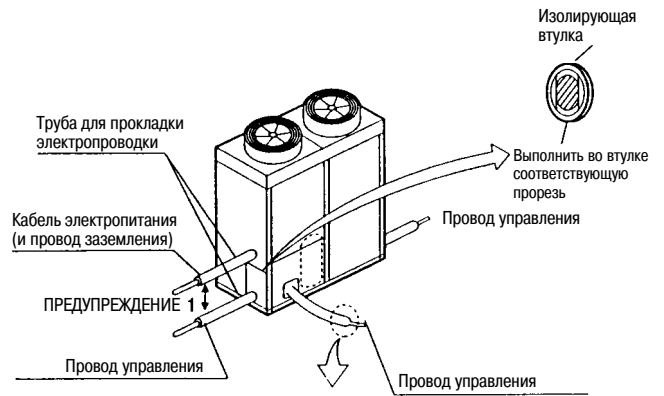

Рис. 7
2. Не допускайте провисания проводов управления, всегда скрепляя их вместе с помощью зажимов, как это показано на Рис. 7.
2. Не допускайте провисания проводов управления, всегда скрепляя их вместе с помощью защелок, как это показано на Рис. 7.